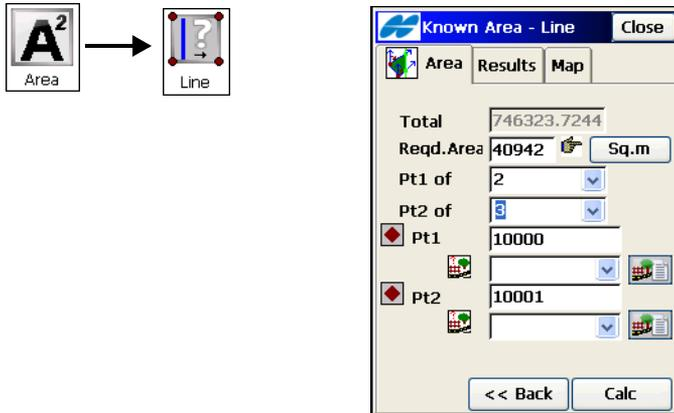

Abbildung 10-15. Bekannte Fläche: Solllinie: Register „Fläche“
Das Linienvorgehen berechnet im Fenster **Bekannte Fläche: Solllinie** (Abbildung 10-15 auf Seite 10-15) die Koordinaten zweier Punkte, die folgende Bedingungen erfüllen:
1. Legen Sie die Anfangsdaten für die Funktion fest: Start- und Endpunkte, Azimute von den Punkten, Referenzazimut und bekannter Flächeninhalt sowie Namen und Codes der Ergebnispunkte (Abbildung 10-15).